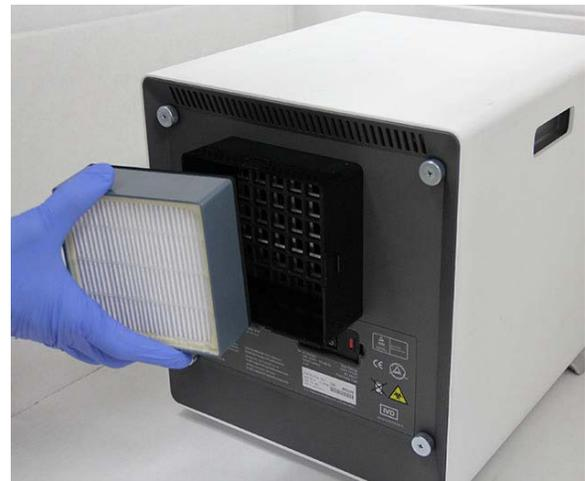

Abbildung 9-28. Entnehmen des HE-Filters
7. Kippen Sie das GX-IV-Instrument zur Ihnen zugewandten Oberfläche hin, um den HE-Filter zu entfernen. Der HE-Filter sollte sich leicht herausnehmen lassen. Siehe Abbildung 9-28. Entsorgen Sie den alten HE-Filter.